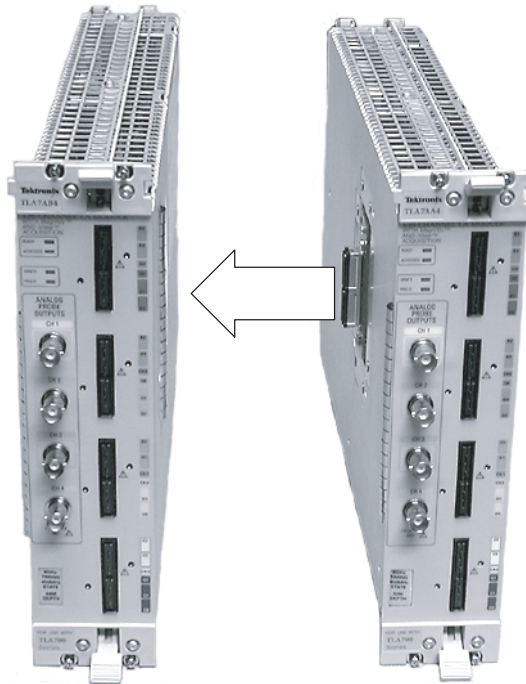

図 19 : マージされたセットのモジュールを接続する
6. マージする最初のモジュールのペアを横に並べて、マージ・コネクタ・アセンブリの位置を合わせ、2台のモジュールを接続します (図 19 を参照)。